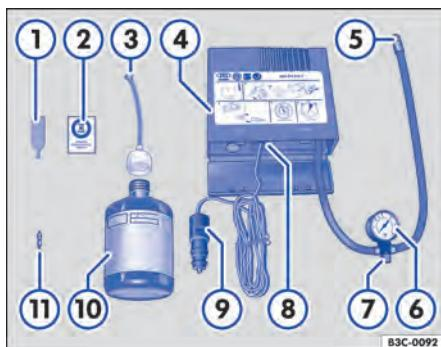

Fig. 169 Representação esquemática: componentes do kit de reparo dos pneus.
⇒ Fig. 169:
11. Colar a etiqueta adesiva  Fig. 169 ② do kit de reparo dos pneus no campo visual do condutor no painel de instrumentos.
- Com a chave para remoção do elemento da válvula  Fig. 169 ①, desrosquear o elemento da válvula do pneu e colocá-lo sobre uma superfície limpa.
- Agitar a garrafa para enchimento dos pneus  Fig. 169 ⑩ algumas vezes com força.
- Rosquear a mangueira de enchimento  Fig. 169 ③ com firmeza no sentido horário sobre a garrafa para enchimento dos pneus. A película na tampa é perfurada automaticamente.
- Remover a vedação da tampa da mangueira de enchimento  Fig. 169 ③ e introduzir a extremidade aberta totalmente na válvula do pneu.
- Rosquear novamente o elemento da válvula com a chave para remoção do elemento da válvula  Fig. 169 ① na válvula do pneu.
- Rosquear a mangueira de enchimento dos pneus ⇒ Fig. 169 ⑤ do compressor de ar com firmeza na válvula do pneu.
- Verificar se o parafuso de sangria de ar ⇒ Fig. 169 ⑦ está fechado.
- Encaixar o conector do cabo ⇒ Fig. 169 ⑨ em uma tomada 12 V do veículo ⇒ Página 136.
- Ligar o compressor de ar com o interruptor LIGA-DESLIGA ⇒ Fig. 169 ⑧.
Reconectar a mangueira de enchimento dos pneus ⇒ Fig. 169 ⑤ e ler a pressão dos pneus no manômetro de pressão dos pneus ⑥.